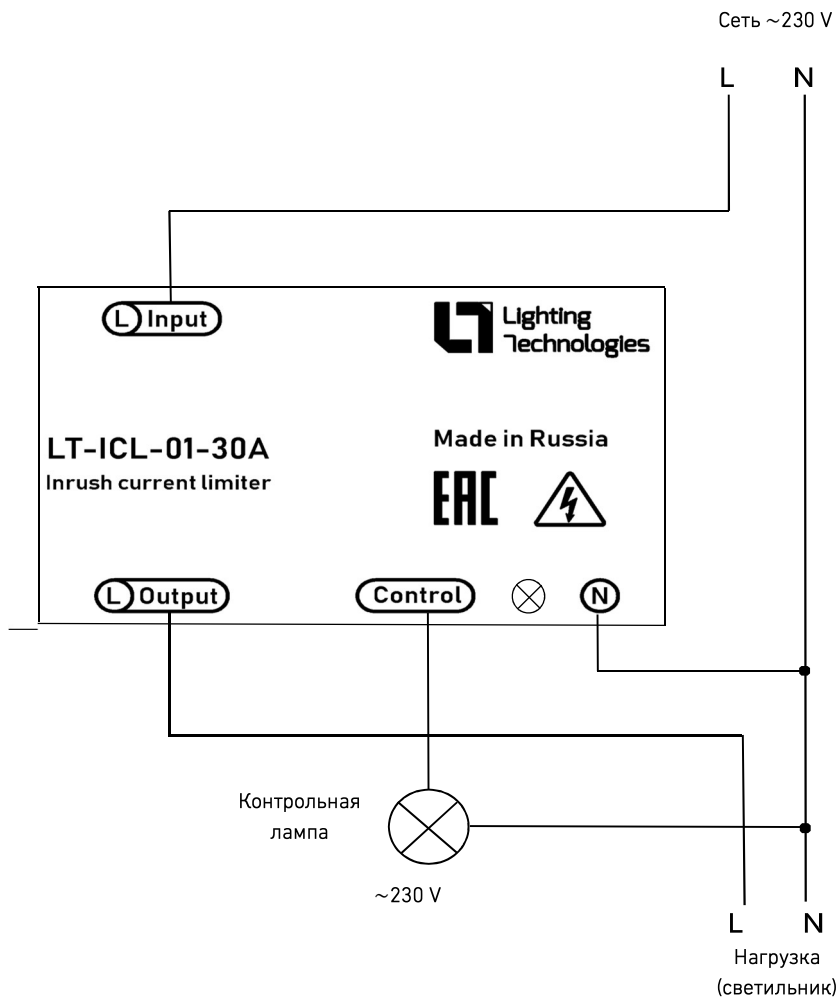

Рисунок 1
- Несоответствие параметрам питающей сети, а также типу, мощности и схеме подключения (см. таблицу «Основные технические данные» и электрическую схему подключения рис. 1), может привести к выходу прибора из строя и лишению гарантии.